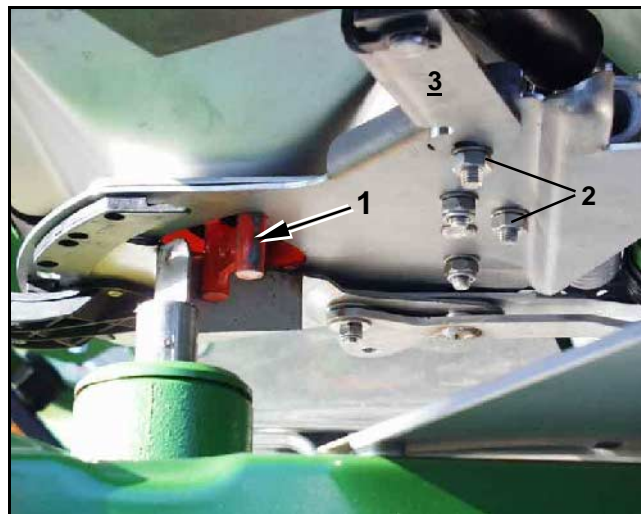

Fig. 2
- På grund af det nu åbne skod skal indstillingslæren (Fig. 2/1) (ekstraudstyr, best.-nr.: 915018) nemt føres igennem åbningen.
- Boltene (Fig. 2/2) til konsollet (Fig. 2/3) løsnes.
- Indstillingslæren (Fig. 2/1) føres ind i skodåbningen.
- Konsollet (Fig. 2/3) til indstillingsmotoren skubbes ind mod indstillingslæren og boltene (Fig. 2/2) spændes igen.